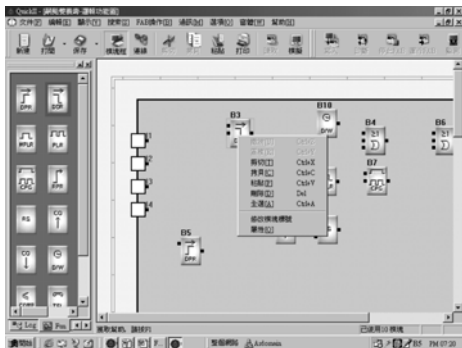

图 4.8 模块操作菜单
- 1、在功能图编辑栏内，用鼠标点中某个功能块单击鼠标右键，则出现一个编辑菜单，如图4.8所示，再点选菜单中的“属性”；或者直接用鼠标左键双击该功能块。